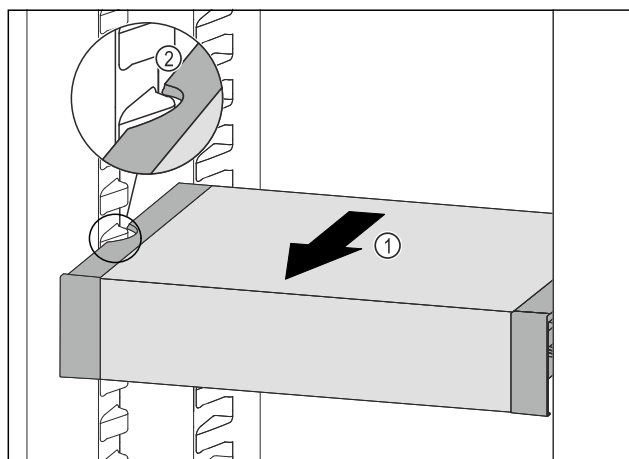

Fig. 85
- ▶ VarioSafe pociągnąć w przód Fig. 85 (1), aż boczne wycięcia szuflady VarioSafe będą się znajdować na wysokości żebrowania pojemnika w chłodziarce. Fig. 85 (2)